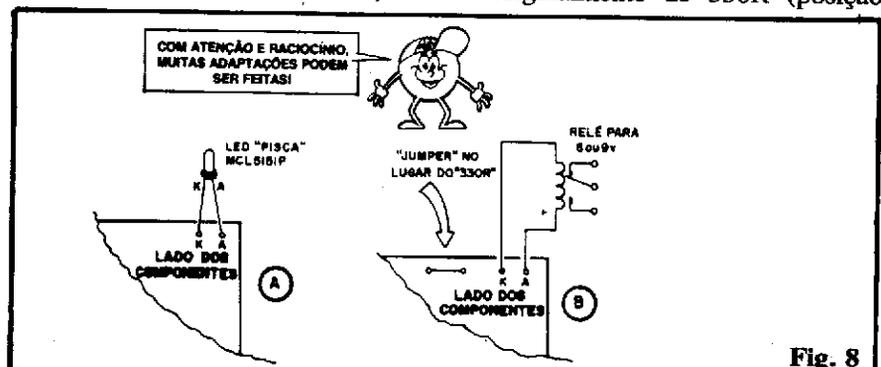

Fig. 8
- FIG. 8-A - Quem quiser uma manifestação mais dinâmica, pode substituir os dois LEDs comuns por um único LED do tipo "pisca-pisca" (código MCL5151P), que deve ser ligado à placa conforme mostra o diagrama. No caso, "ouvindo" o som, o circuito disparará os lampejos luminosos (cerca de 3 por segundo) ao longo dos mais ou menos 5 segundos da temporização natural. Como agora o LED é único, quem quiser instalá-lo num boneco, "animalzinho", robô, etc., poderá fazê-lo no "nariz" da figura.
- FIG. 8-B - Não só de brincadeiras vive o circuito do BICHINHO ESCUTADOR! Quem quiser uma aplicação mais séria, na função de "chave acústica" capaz de acionar cargas realmente "pesadas", originalmente alimentadas por CC ou CA, pode acoplar um relê, cuja bobina deverá ser para 6 ou 9 volts (de acordo com a tensão de alimentação escolhida para o circuito), ligando-o conforme o diagrama, não esquecendo, porém, de remover o resistor originalmente de 330R (posição